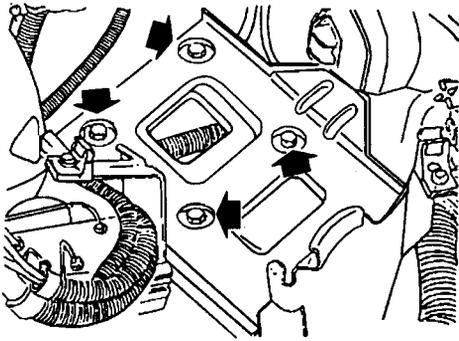

图 1-1 拆卸蓄电池支架
- 2) 拆下蓄电池,注意先向外拉出后再取下。旋松蓄电池支架紧固螺栓,拆下蓄电池支架,如图 1-1 所示。